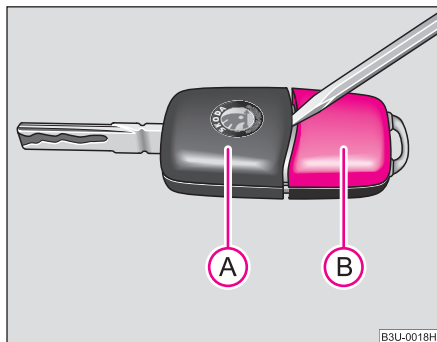

Fig. 20 Desfacerea cheii cu telecomandă
Fiecare cheie principală conține o baterie, care se găsește în capacul carcasei emițătorului (B) ⇒ fig. 20. Vă recomandăm să vă adresați unei unități Škoda pentru înlocuirea bateriei cheii. Dacă doriți totuși să înlocuiți singur bateria, procedați în felul următor:
- Desprindeți cheia (A) ⇒ fig. 20 cu ajutorul unei șurubelnițe de carcasa (B).